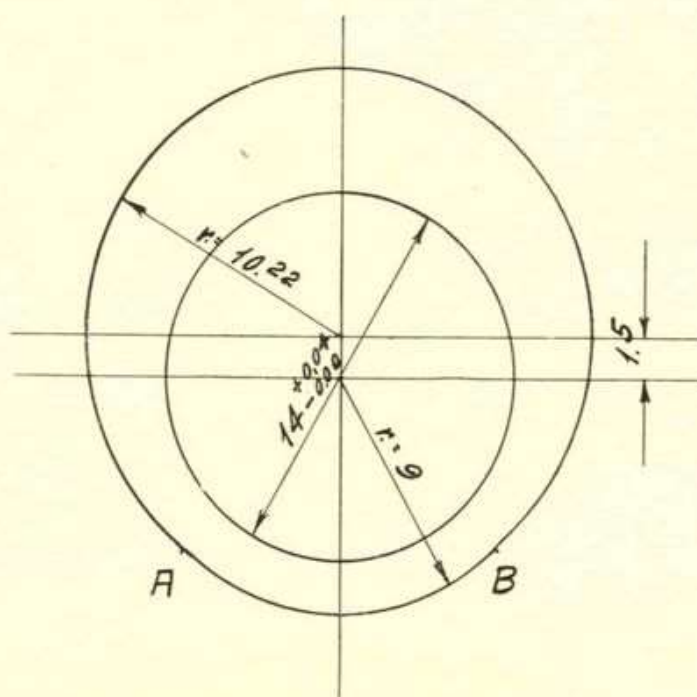

Fig. 25 - Schema sede delle palette della pompa ricupero
- La sede di scorrimento delle due palette. Essa non è circolare ma ha la forma e le dimensioni segnate in fig. 25.